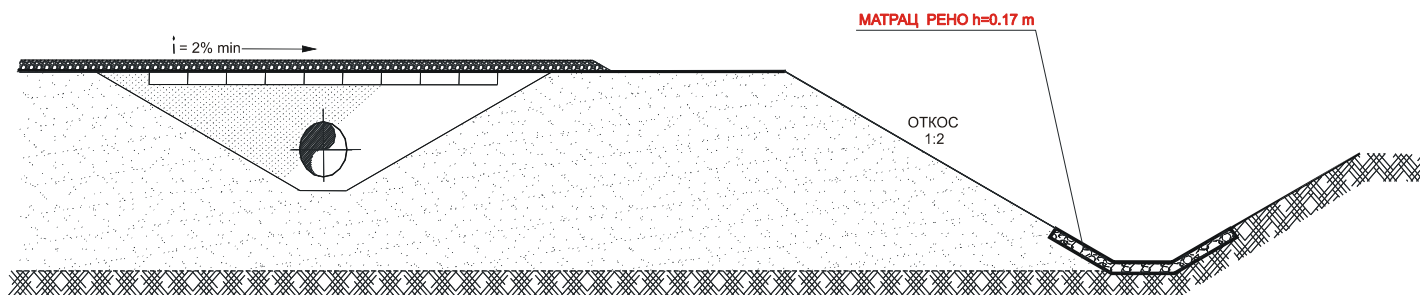

Рис.2 Водонепроницаемая траншея в насыпи
- **Водонепроницаемые траншеи в насыпи (рис. 2)** - заполненные ЛМЗ. Применяется в случае невозможности отведения воды (внешний дренаж герметизированной траншеи), а также на участках с субгоризонтальной поверхностью, на которых невозможен гравитационный дренаж.